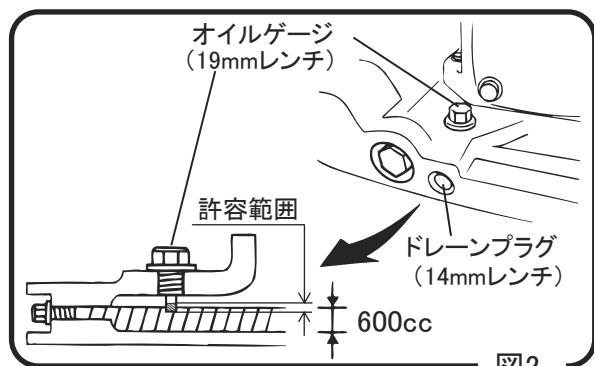

図2
- 7 本機を水平にして起振体のオイルゲージを取り外し、オイルが規定量入っているか点検して下さい。潤滑油はエンジンオイルSAE10W-30を入れて下さい。油量は600ccです。(図2)